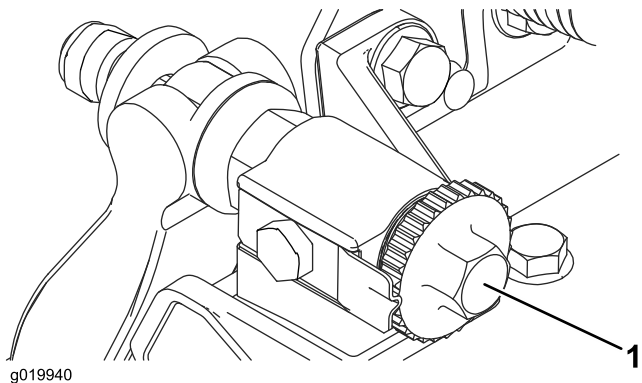

図 8
2. ベッドバー調整ねじを左に回してベッドナイフとリールの接触をなくす 図 8。